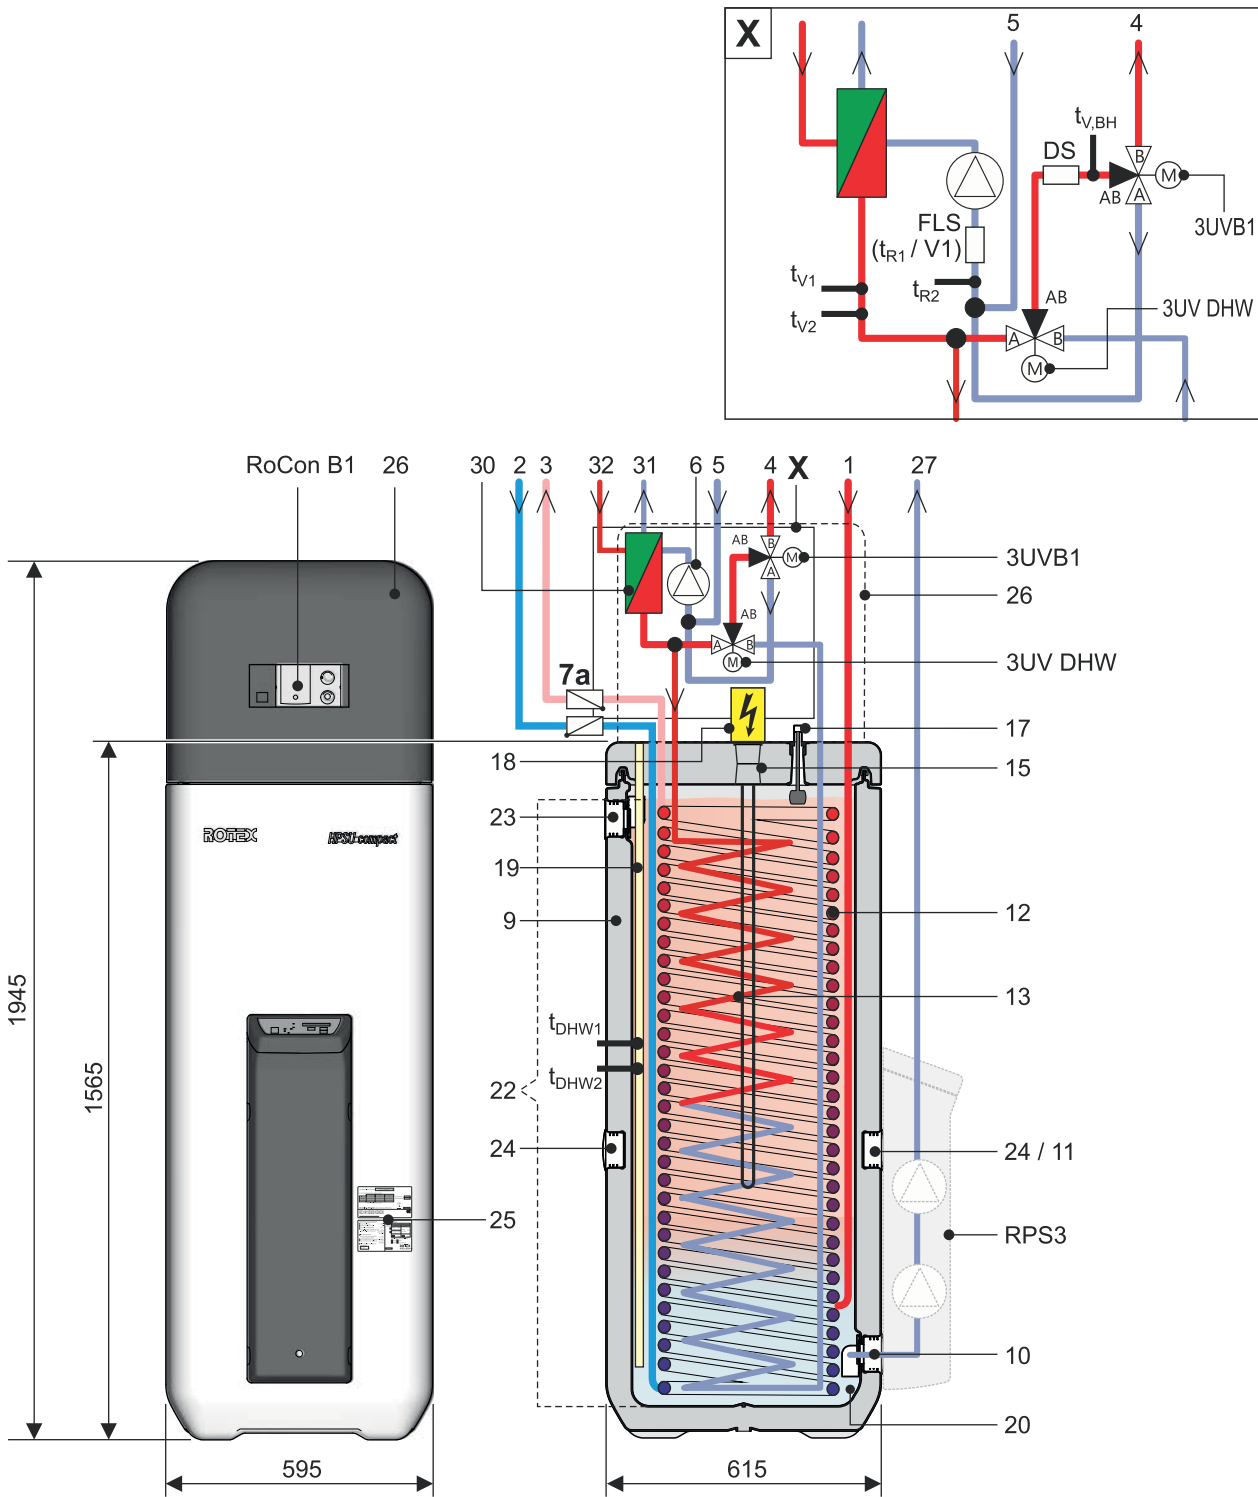
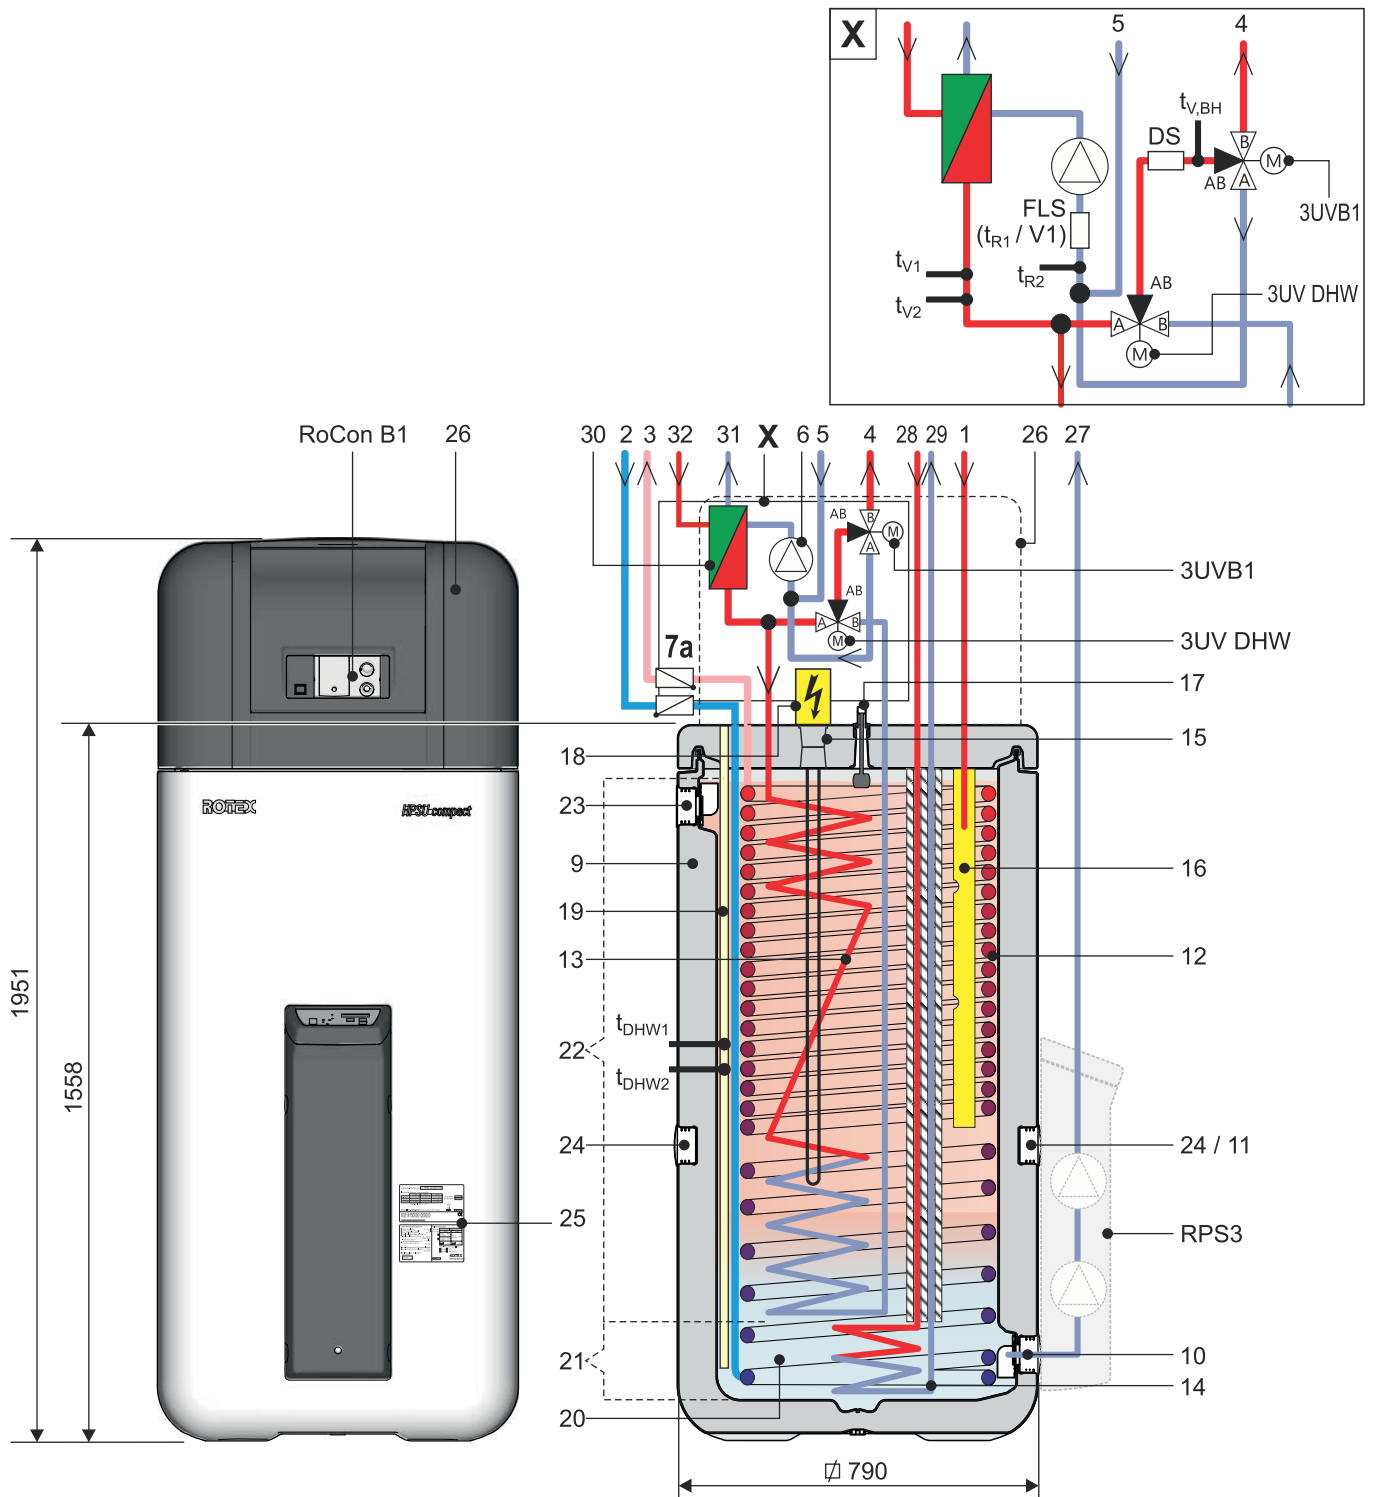

Fig. 3-2 Structure et composants du ROTEX HPSU compact 304/308 DB (vue extérieure et structure intérieure)
Fig. 3-5 Structure et composants du ROTEX HPSU compact 508/516 BIV (vue extérieure et structure intérieure)
Tab. 3-1 Légendes de la fig. 3-2 à fig. 3-5
- Retirer les caches (fig. 4-4, rep. B) sur le réservoir du ballon et dévisser les embouts filetés (fig. 4-4, rep. F) des ouvertures sur lesquelles doivent être montées les poignées (fig. 3-2 à fig. 3-5, rep. 24).